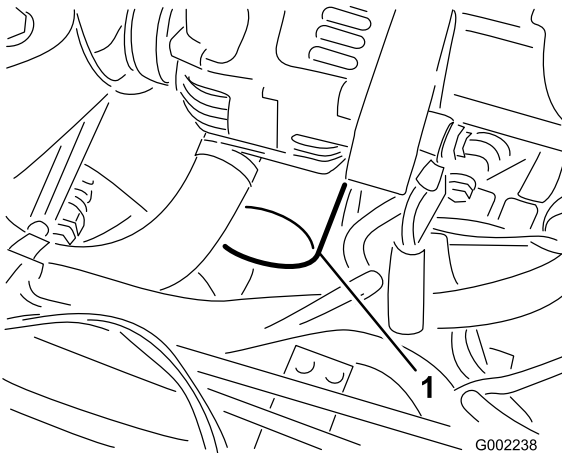

Bild 40
7. Entfernen Sie den alten Ölfilter (Bild 40).
10. Setzen Sie den Ersatzölfilter auf den Anbaustutzen auf. Drehen Sie den Ölfilter nach rechts, bis die Gummidichtung den Anbaustutzen berührt. Ziehen Sie ihn dann um eine weitere 1/2 Umdrehung fester (Bild 40).